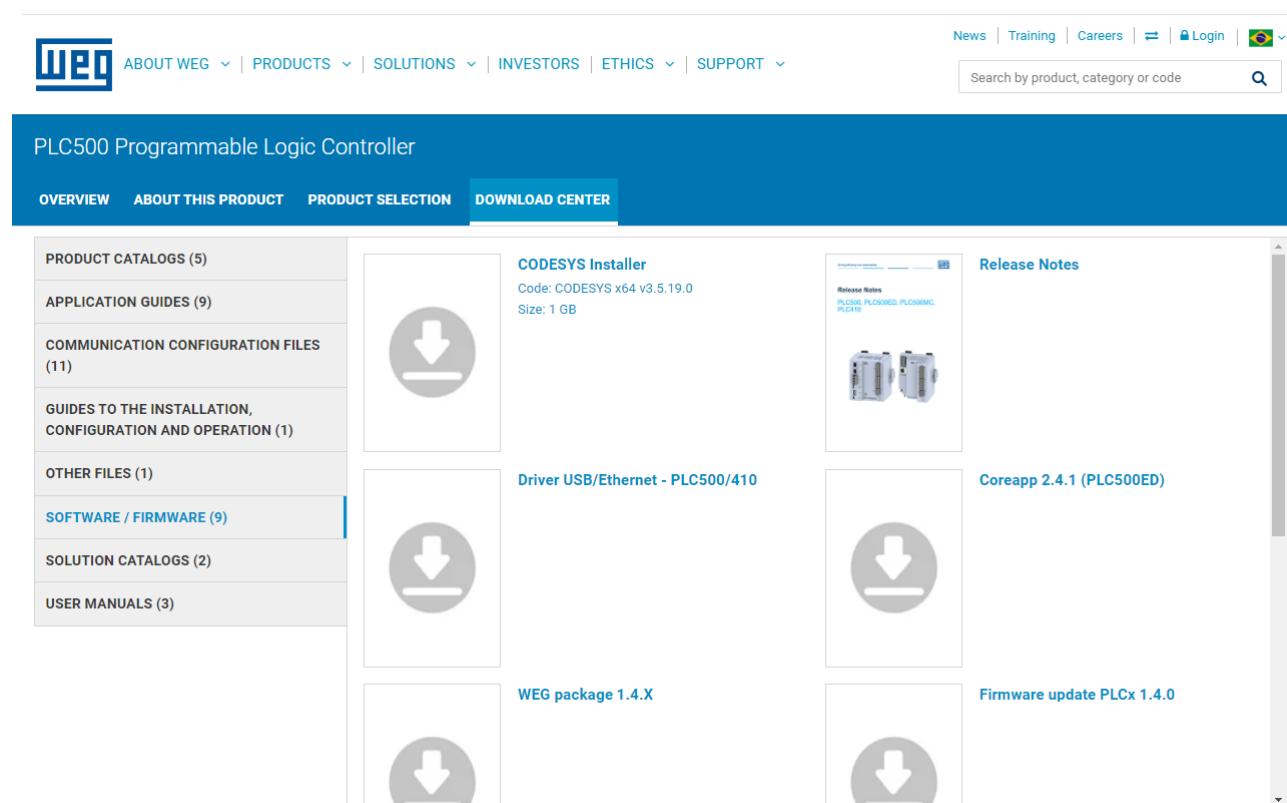

Figura 5.2: Central de Downloads del sitio web de WEG.
- Acceda al sitio web de WEG y descargue la última versión de firmware disponible. En la Figura 5.2 se muestra la página **Central de Downloads**, donde se pueden encontrar los archivos de las actualizaciones de firmware disponibles, así como los paquetes de productos WEG para CODESYS.